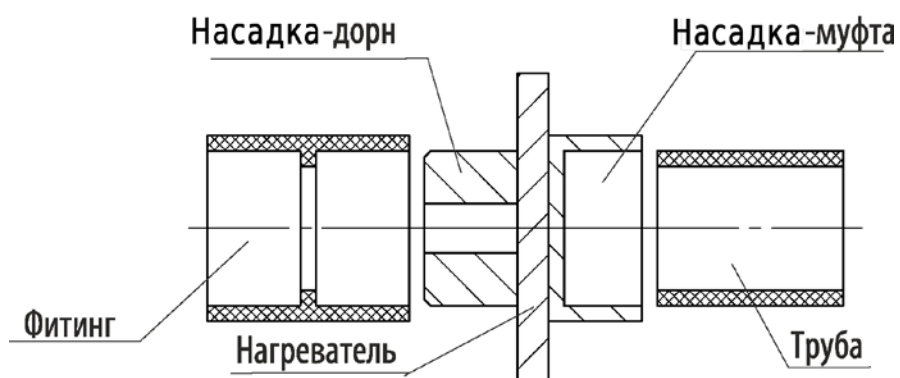
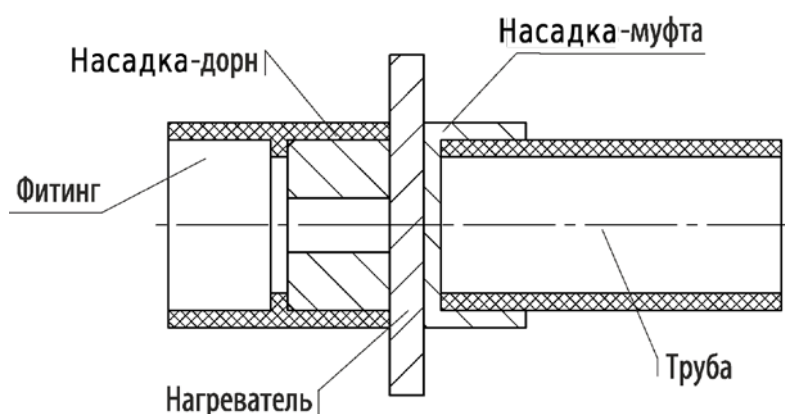

Рисунок 2. Установка заготовок
Рисунок 3. Разогрев заготовок
2. Нагрев - одновременная установка (Рис.2, Рис. 3) раструба фасонной детали (фитинга) и гладкого конца трубы в соответствующие оправки сварочной насадки до упора и нагрев их в течение времени по Таблице 3.